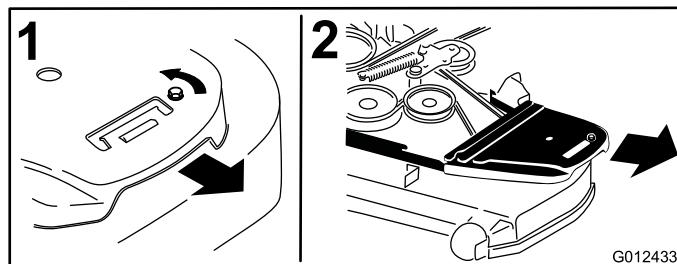

Figura 55
- Retire las cubiertas de las correas y los pernos que están sujetos a las mismas (Figura 55).